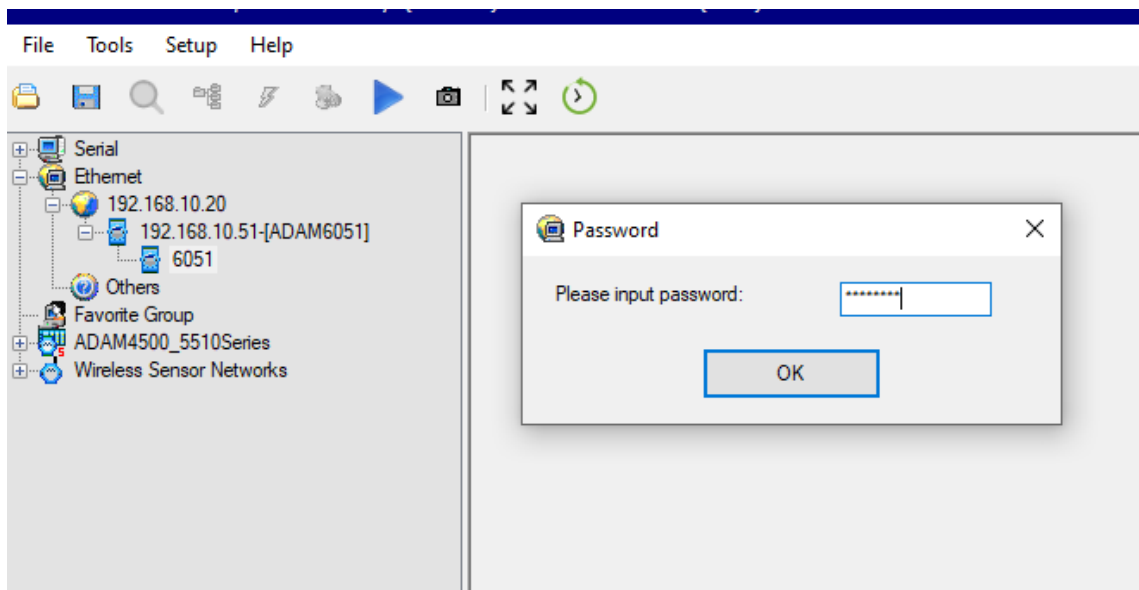

Рис. 3.10. Вікно для уведення паролю
3.3.6. Натиснути на ім'я модуля та ввести до поля, що відкрилось (рис. 3.10), пароль – 00000000.